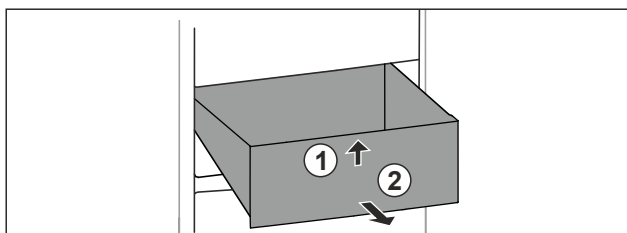

Fig. 115
- ▶ Приподнимите выдвижной ящик спереди. *Fig. 115 (1)*
- ▶ Извлеките выдвижной ящик движением вперед. *Fig. 115 (2)*